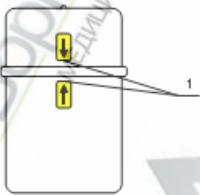

Рис. 2 - Расположение стрелок-указателей при установке верхней крышки на основную ёмкость
6.5 Установите верхнюю крышку на основную ёмкость так, чтобы стрелкиуказатели (1), расположенные на боковых поверхностях верхней крышки и основной ёмкости, оказались друг напротив друга, при этом чёрные аноды должны быть внутри керамического стакана, а светлые катоды - снаружи его (рис. 2). Осторожно осадите верхнюю крышку на основную ёмкость до упора.